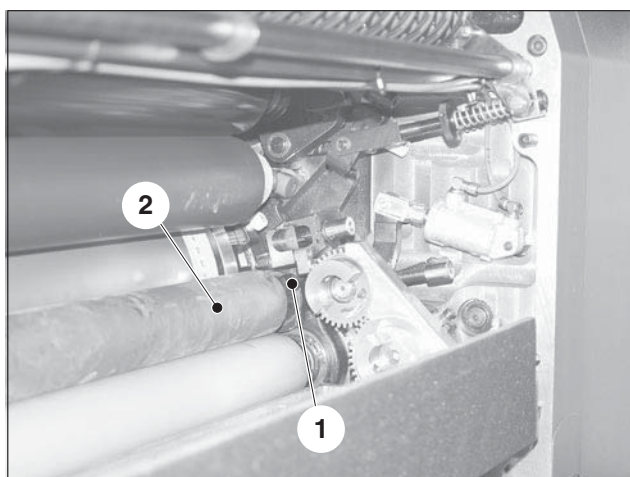

図 12 水着けローラ 12 の駆動側
1. 操作側および駆動側のローラロック（図 12/1）を開きます。
2. 水着けローラ（図 12/2）を取り出します。